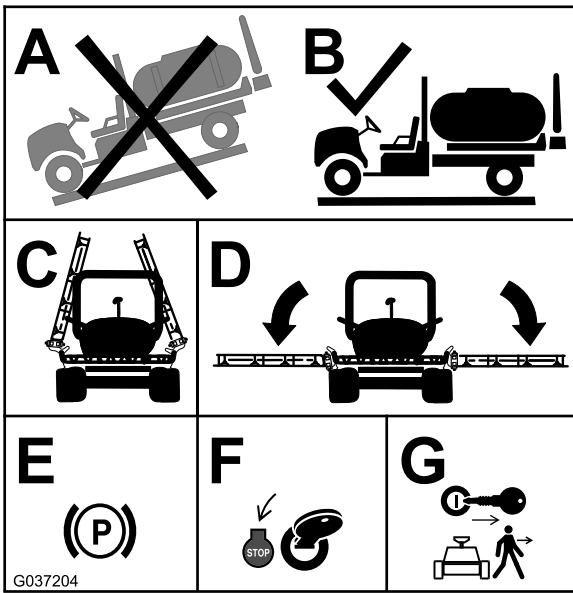

图1
1. 将机器移到水平地面上（图1 中的 A 和 B）。
2. 放下外部喷洒臂段（图1 中的 C 和 D）。
3. 设定手刹（图1 中的 E）。
4. 关闭发动机（图1 中的 F）。
5. 离开机器前，请拔下点火开关的钥匙（图1 中的 G）。